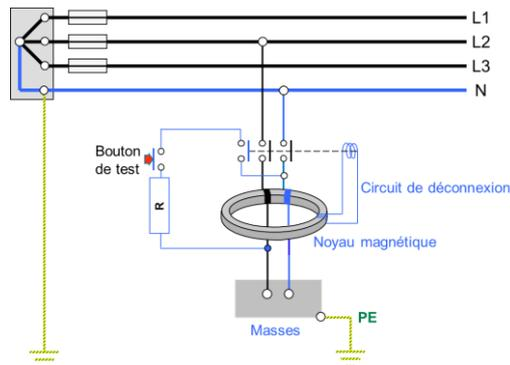

Figure 6 : fonctionnement d'un interrupteur différentiel type A
- Tous les conducteurs actifs sont enroulés autour d'un noyau magnétique (Figure 6). Tant que la somme des courants est zéro, rien ne se passe.